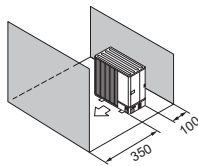

Fig. 2-10
- (5) Obstruktioner eller lukkede områder kun på front og bagpå (Fig. 2-10)